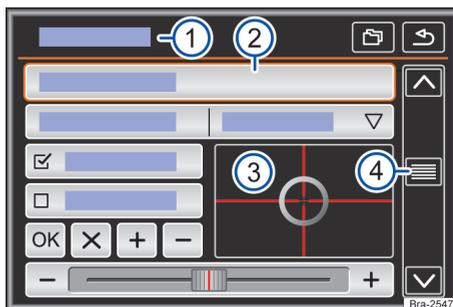

Fig. 118 Representação esquemática: vista geral das possíveis superfícies de função no display.
O aparelho está equipado com um touchscreen (tela de toque) → Fig. 118 (3).
As superfícies de função iniciam funções ou abrem outros submenus. Em submenus é indicado, na linha do título, o menu atualmente selecionado → Fig. 118 (1).